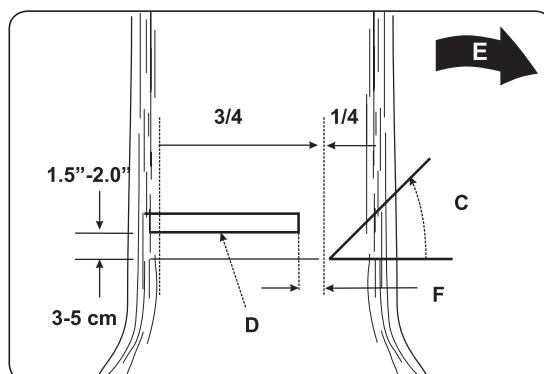

Рис. 10B
ПРЕДУПРЕЖДЕНИЕ: Не ходите перед деревом, которое уже подрезано. Окончательный срез (D) выполняется с обратной стороны дерева в 3 - 5 см над горизонтальной основой подреза (C) (Рис. 10B).